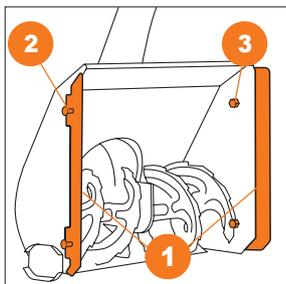

Рис. 16
- Присоедините расширители **1** с обеих сторон ковша и закрепите их болтами **2** и гайками **3** (Рис. 16).